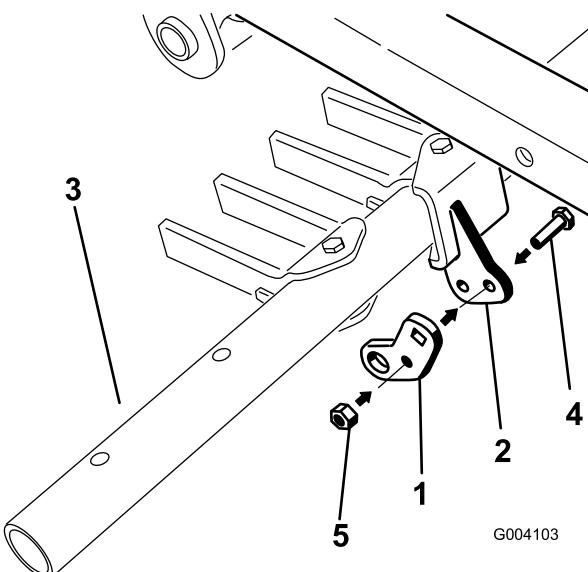

Рисунок 14
- 2. Свободно установите шарнирную планку, используя среднее отверстие, на шарнирный кронштейн на навесном брусе, с помощью болта (5/16 x 1 дюйм) и конгрейки (5/16 дюйма) (Рисунок 14).